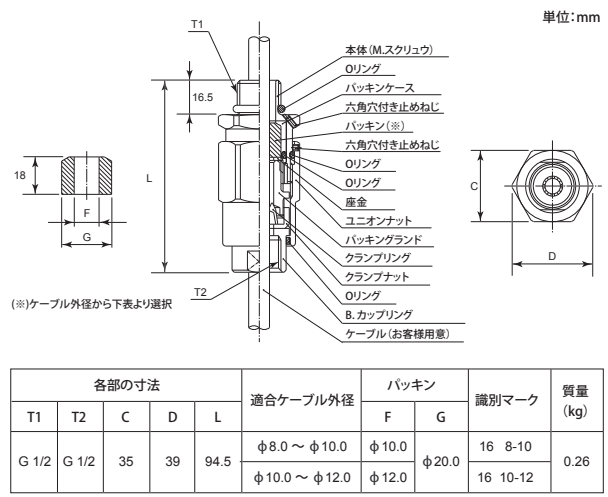

図13.1 耐圧パッキン金具
- 二方向の平均値を求め、その値に最も近い内径のパッキンを図 13.1 の表の中から選びます。